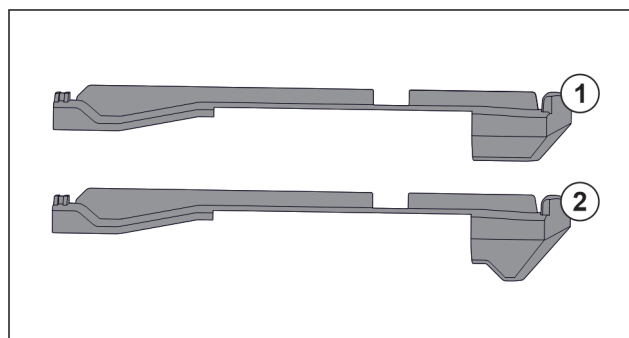

Fig. 27 Сравнение вставных частей
В устройстве находятся две разные вставные части. Вставная часть над самым нижним выдвижным ящиком Fig. 27 (2) имеет треугольную кромку. Все прочие вставные части Fig. 27 (1) имеют прямую кромку.
- ▶ Установите вставную часть Fig. 27 (2) с треугольной кромкой над самым нижним выдвижным ящиком.
- ▶ Установите вставную часть Fig. 27 (1) с прямой кромкой на все прочие места.